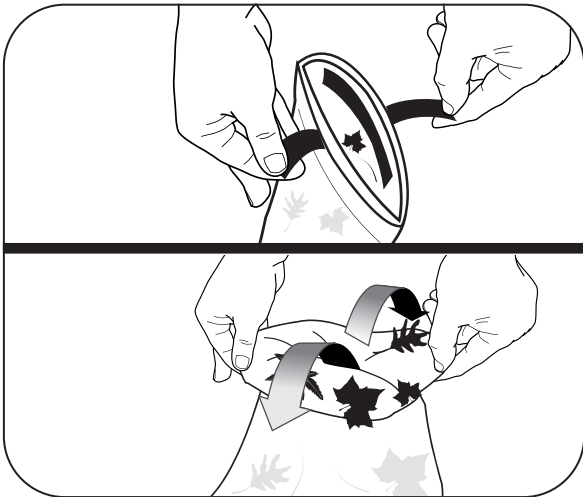

Figura 15. Dé vuelta la bolsa
4. Tire de las lengüetas para soltar y dar vuelta la bolsa para limpiarla completamente (Figura 15).